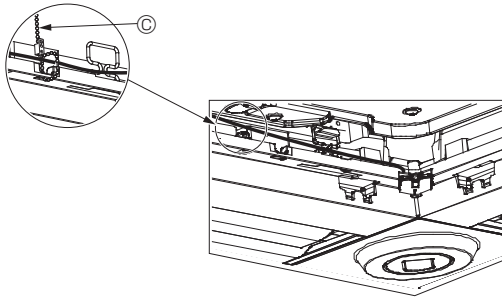

Fig. 10-12
- Şemada gösterildiği gibi i-See sensör ve sinyal alıcısı kablolarını, kabloları gevşeklik olmayacak şekilde tespit malzemesi ile tespit edin ve daha sonra tespit malzemesinin fazla kısmını kesin. (Fig. 10-12)
- Eğer i-See sensör konumu "o" konumundan (E) "□" konumuna (F) değiştirilmişse, anahtar ayarlarını değiştirin. (Sayfa 214'ye bakın.)